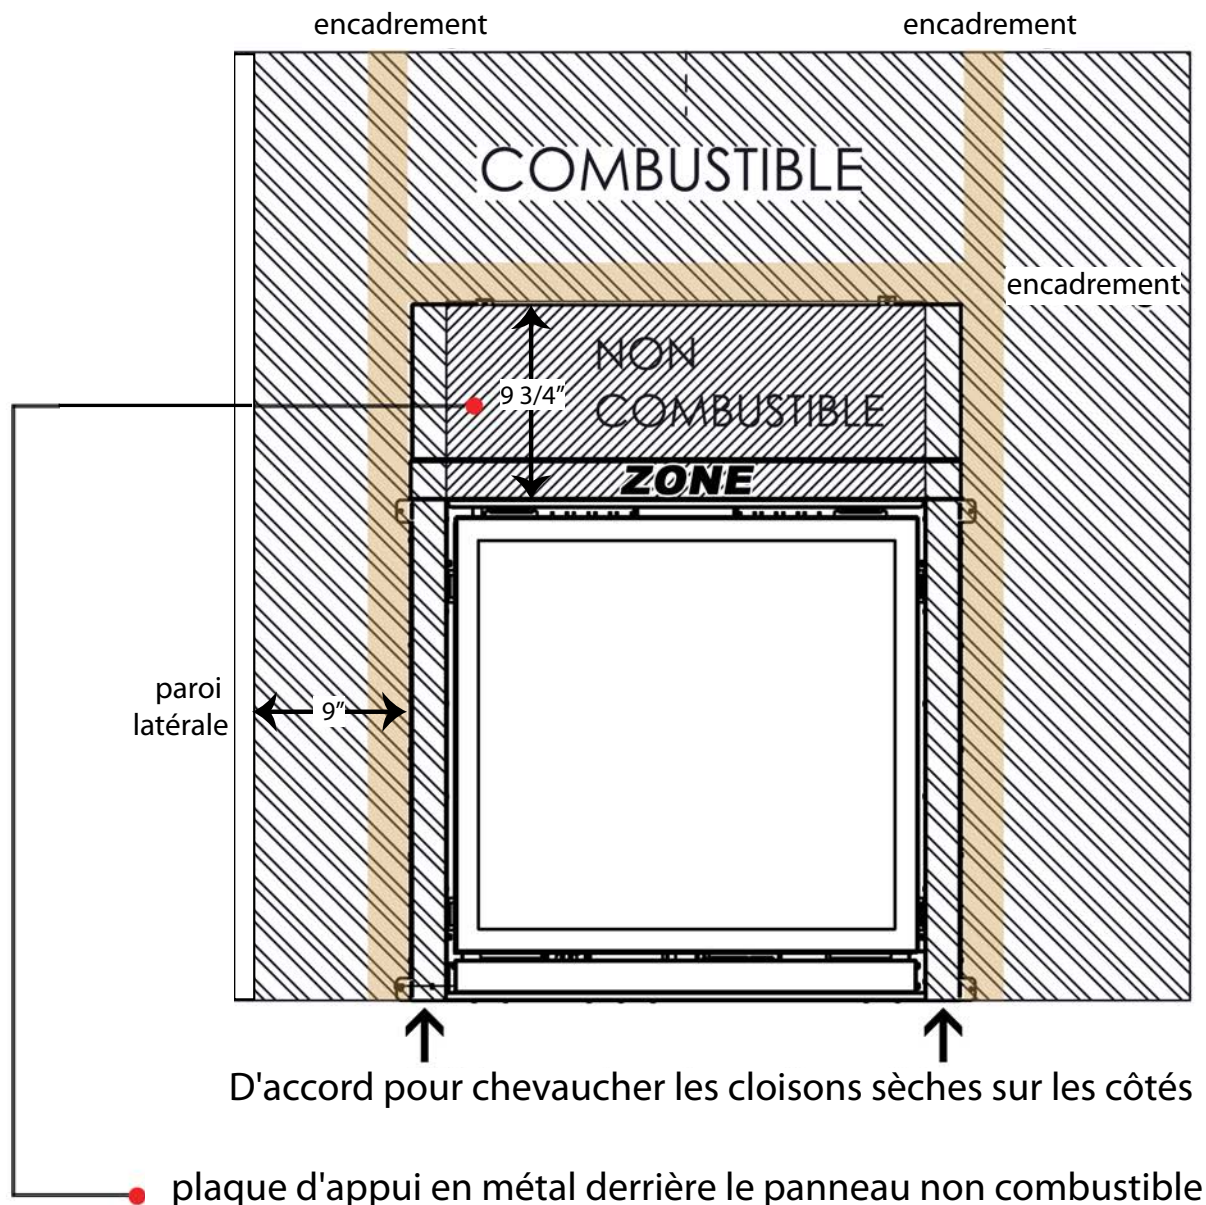

Figure 31. Dégagements non-combustibles
**Manteau :** Il n'est pas nécessaire d'installer un manteau, mais si on le souhaite, suivez les consignes de la figure 31. Side manteau clearance ne devrait pas être inférieure à la distance entre le haut de l'appareil vers le bas sur la partie supérieure du manteau .